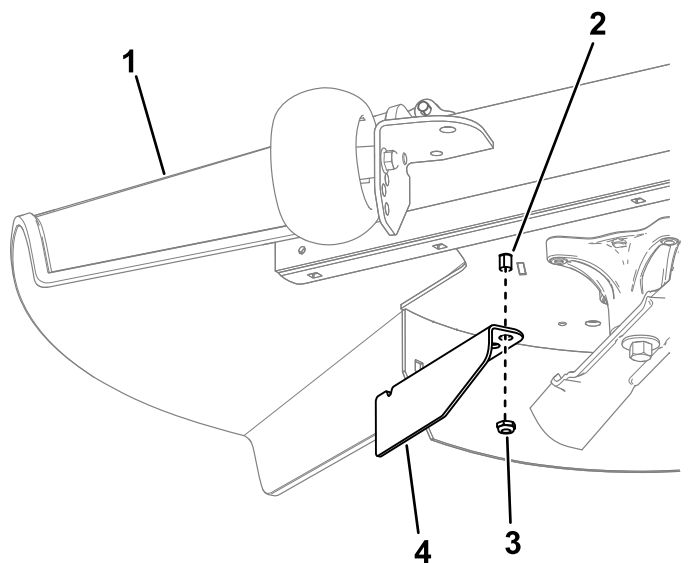

Figura 15
10. Îndepărtați piulia de la tija deflectorului pentru iarba de sub puntea mainii de tuns iarba (Figura 15).
11. Utilizai piulia pentru a monta deflectorul de separare pe tija deflectorului pentru iarbă, folosind orificiul exterior al deflectorului (Figura 15).